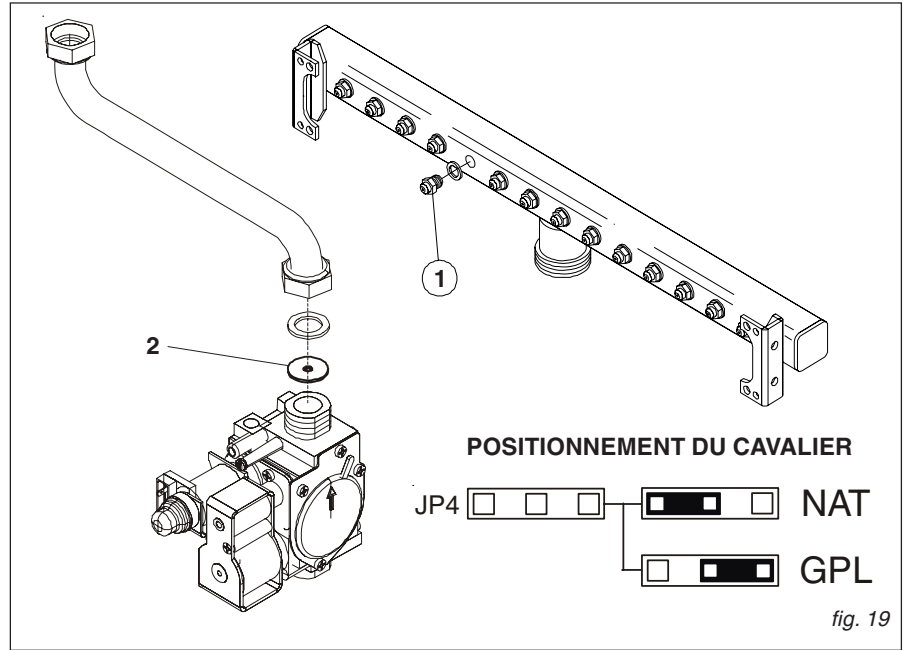

fig. 19
- **accéder à la platine de modulation contenue dans le tableau électrique et positionner le cavalier JP4 dans la position indiquée à la fig. 19;**